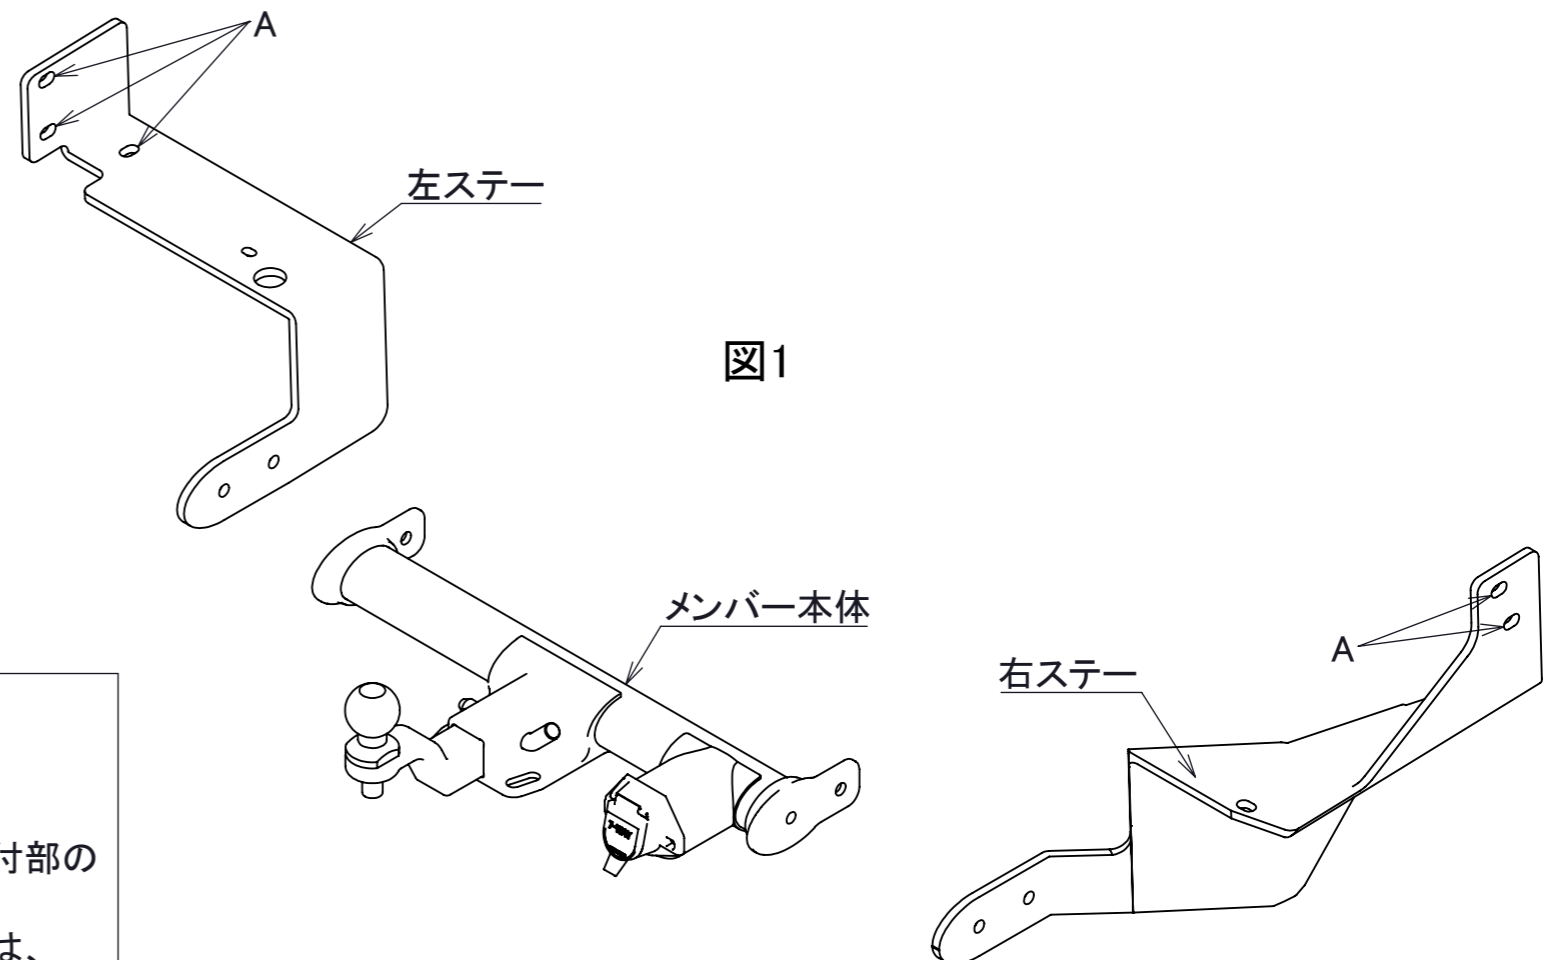

図1
2)ステーのAに対応する車両側の穴をΦ13の穴に加工してください。(図1参照)